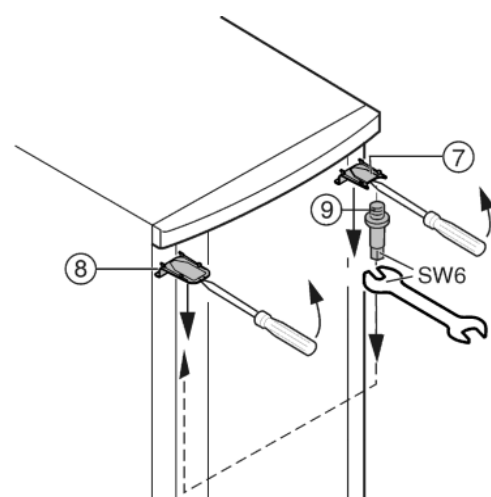

Fig. 6
- ▶ Faire déclipeter le cache Fig. 6 (7) en haut et le cache Fig. 6 (8) avec un tournevis devant et l'enlever diagonalement vers le bas.
- ▶ Dévisser le pivot d'appui Fig. 6 (9) et le visser du côté opposé (avec 4 Nm).
- ▶ Remonter le cache Fig. 6 (7) du côté du pivot d'appui : l'insérer par l'arrière et l'encliqueter sur l'avant.
- ▶ Monter le cache Fig. 6 (8) sur le côté opposé: l'insérer par l'arrière et l'encliqueter sur l'avant.
- ▶ Accrocher la porte dans le pivot d'appui Fig. 6 (9) supérieur.